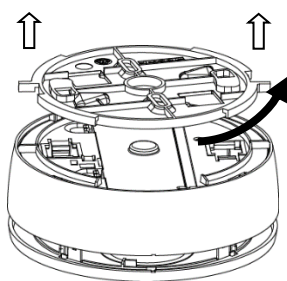

Figura 6
2. Remova o suporte de instalação do detetor girando-o no sentido anti-horário e depois levantando-o (*ver Figura 6*).